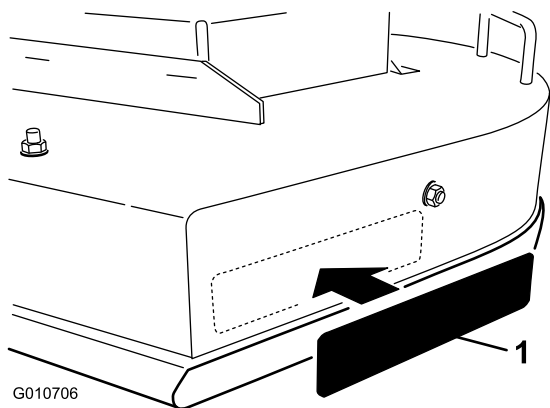

Figure 11
15. Retirez la pellicule de protection et apposez l'autocollant sur le côté éjection de la tondeuse (Figure 11). Lissez l'autocollant du centre vers les bords pour éliminer les bulles d'air.